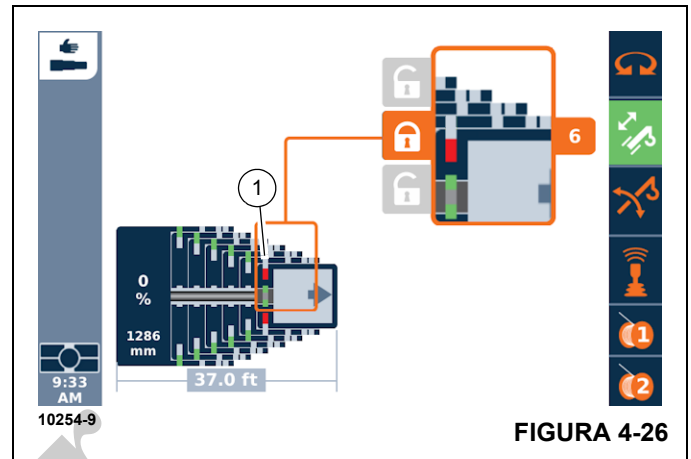

FIGURA 4-26
2. Confirme la selección – los pasadores de bloqueo se retraerán. Símbolo (1, Figura 4-26) rojo.